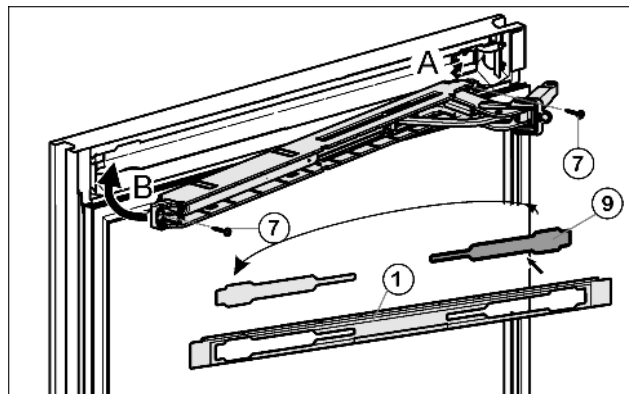

Fig. 15
- ▶ Wyjąć osłonę Fig. 15 (9) z zaślepki Fig. 15 (1) i założyć po przeciwnej stronie.
- ▶ Zahaczyć górny amortyzator drzwi z przegubem po stronie zawiasu (A) i założyć (B).
- ▶ Dokręcić amortyzator zamykania drzwi (2 razy Torx® 15) Fig. 15 (7).